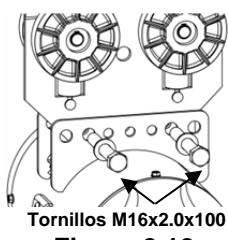
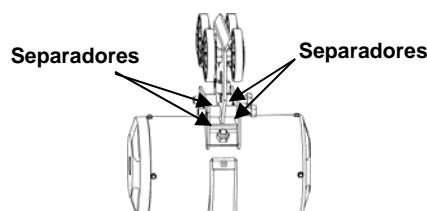

Figura 2.12
Figura 2.13
- Paso 1. Pase dos (2) tornillos M16 x 2.0 x 100 mm con arandelas M16 por los orificios de uno de los platos del soporte contenedor como se indica más abajo (ver Figura 2.12).
- Paso 2. Pase un (1) separador de 5/8 x 1 in [25 mm] en cada perno y pase los pernos a través de los orificios de montaje del carro.
- Paso 3. Instale los dos (2) separadores restantes, uno (1) por perno, entre el carro y el segundo plato en el soporte contenedor como se indica (ver Figura 2.13).